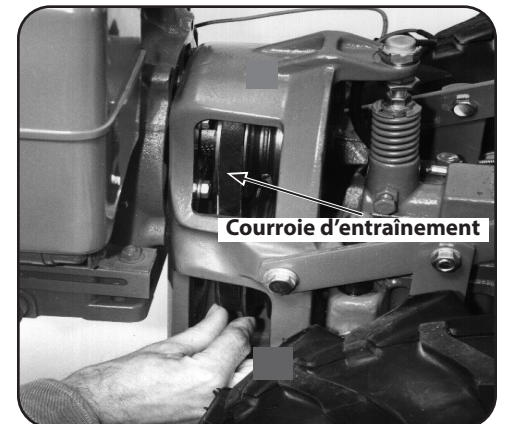

Figure 5-29
12. Déplacez la partie supérieure de la courroie dans la gorge de gamme HAUTE, la gorge la plus rapprochée du moteur, sur la poulie supérieure. Voir Figure 5-29.